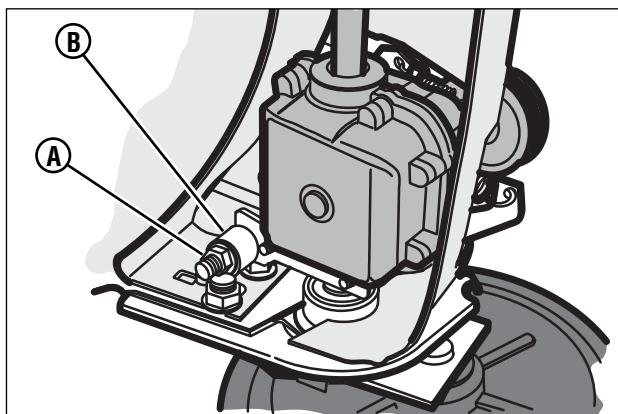

Figura 20: Ajuste de la tensión de la correa
- a. Apriete la tuerca ajustadora (A, **Figura 20**) hasta que la tuerca haga contacto con el espaciador (B). Trate de girar el espaciador. Cuando la tuerca ajustadora haga contacto con el espaciador, el espaciador no girará.